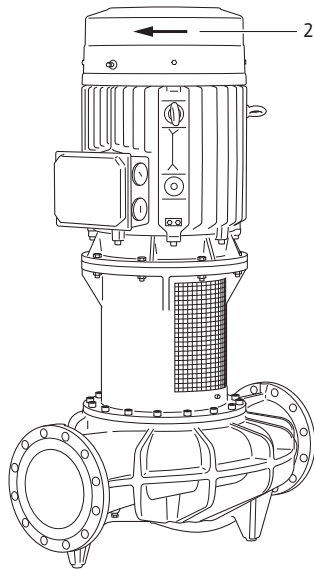

Fig. 47: Перевірка напрямку обертання
- За допомогою короткочасного вмикання перевірити, чи збігається напрямок обертання зі стрілкою на кожусі вентилятора (див. Fig. 47, поз. 2). При неправильному напрямку обертання слід діяти таким чином: